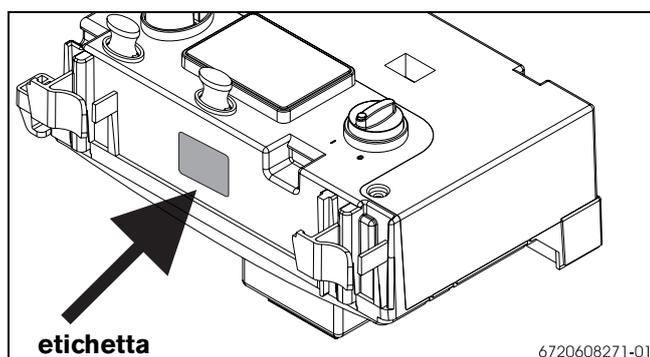

Fig. 17
5.1 Trasformazione gas per apparecchi con l'etichetta riportante il cod. HTAF 3 xxx presso il quadro comandi (Fig. 17)